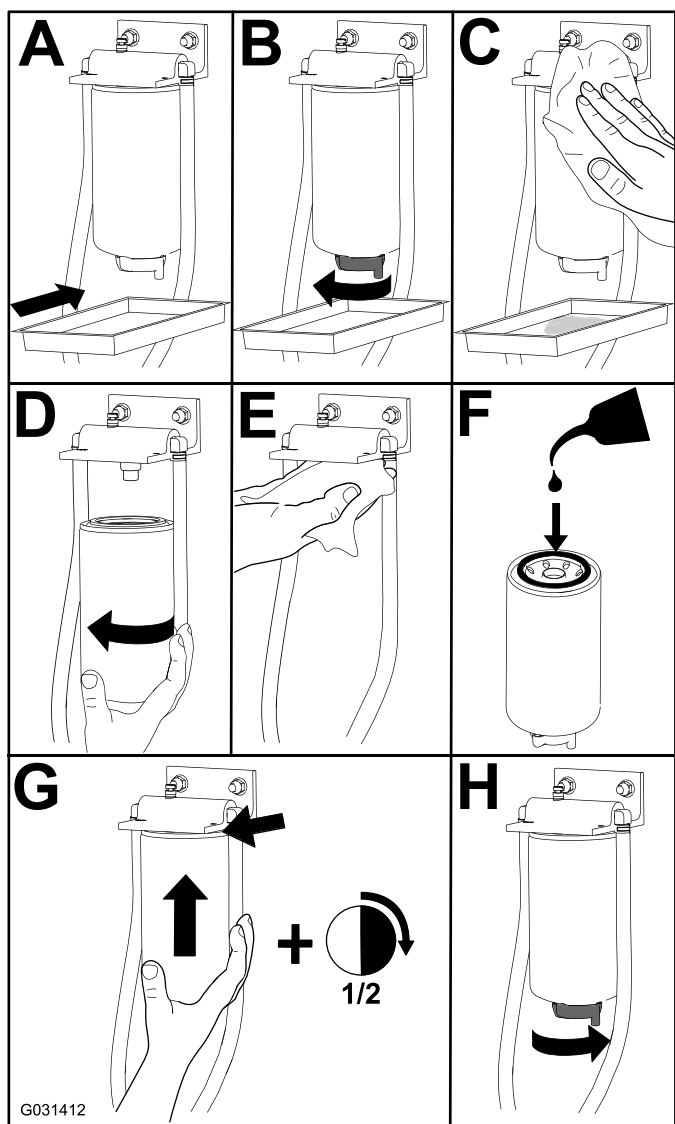

Bild 100
1. Wechseln Sie den Filter aus, wie in Bild 100 dargestellt.